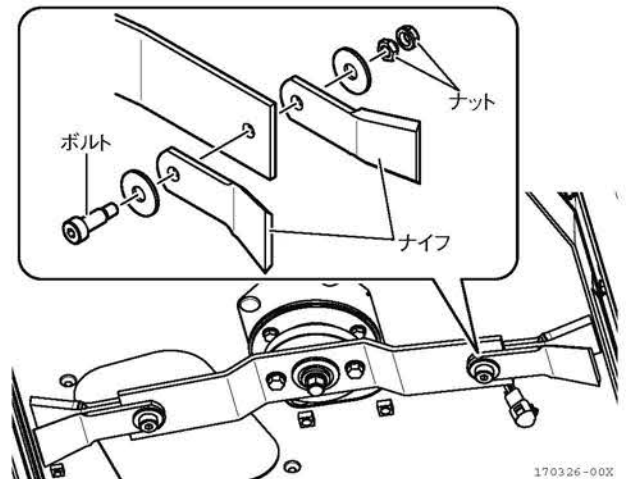

図 4-36
1. ナイフのボルト・ナットを外してナイフを交換します。(図 4-36)